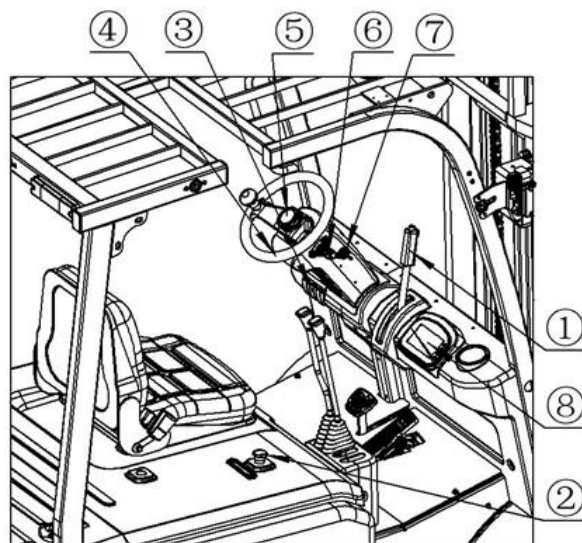

Рис. 4-1. Схема расположения погрузчика.
(3) Ключевой выключатель. Ключевой выключатель расположен на правой стороне от рулевой колонки и обозначен как поз. (7) на Рис. 4-1. У него есть выключатель на два положения (ON/ВКЛ. и OFF/ВЫКЛ.). Поворот выключателя по часовой стрелке ставит выключатель в положение ON/ВКЛ. и возвращает его в положение OFF/ВЫКЛ., когда ключевой выключатель находится в положении OFF/ВЫКЛ. Все рукоятки находятся в положении остановки.
(4) Рулевое колесо. Рулевое колесо обозначено как поз. (4) на Рис. 4-1, прямо впереди сиденья водителя. На рулевом колесе установлена рулевая рукоятка, которая управляет вилочным погрузчиком. Ее нужно крепко держать левой рукой.
(5) Приборы. Дисплей приборной панели указан как поз. (8) на Рис. 4-1 и установлен на правой стороне от рулевого колеса, на котором показывается время наработки в часах, и также различные предупреждения и сообщения, см. следующую таблицу с подробными текстами, имеющимися на приборной панели.
(6) Стояночный тормоз. Рукоятка стояночного тормоза расположена с правой стороны от водителя, поз. (1) на Рис. 4-1. Чтобы задействовать тормоз, нужно потянуть вверх рукоятку стояночного тормоза, нажать на кнопку на конце рукоятки и затем опустить ее, чтобы снять с тормоза.
(8) Кнопка звукового сигнала. Кнопка звукового сигнала (поз. (5) на Рис. 4-1) предназначена для подачи звукового сигнала, находится в середине рулевого колеса и на нее надо нажимать. Задняя кнопка звукового сигнала (если установлена) расположена на рукоятке, установленной на правой задней опоре верхней решетки ограждения. Нажатие и удерживание кнопки подаст звуковой сигнал.
(9) Выключатель аварийного отключения электропитания. Аварийный выключатель (поз. (2) на Рис. 4-1) предназначен для отключения электропитания от аккумуляторной батареи в аварийной ситуации нажатием на выключатель и удерживанием его до фиксации в положении Отключено. Перейдя в положение «OFF/ВЫКЛ.», выключатель не вернется в положение «ON/ВКЛ.», пока его не вытянуть вверх. Пока выключатель не будет возвращен в положение «ON/ВКЛ.» вытаскиванием вверх, вилочный погрузчик не получит электропитание.
(10) Перекрестный переключатель. Тумблерный переключатель (поз. (3) на Рис. 4-1) используется для включения или выключения сигнала предупреждения и задних фонарей, расположенных позади верхней решетки ограждения, нажатием на выключатель в положение «ON/ВКЛ.» для включения соответствующих фонарей, и в положение «OFF/ВЫКЛ.» для их выключения.
(11) Тумблерный переключатель. Обозначен как поз. (6) на Рис. 4-1, и расположен под рулевым колесом, левый тумблерный переключатель управляет направлением перемещения вперед или назад. У него имеется 3 положения: Вперед (F), Нейтраль (N) и Назад (R). Правый колеблющийся переключатель вращается для включения и выключения фар, а также переключается вперед для включения левого указателя поворота и переключается назад для включения правого указателя поворота.
(12) Регулировка сиденья. Эргономичная конструкция допускает несколько направлений регулировки водителем, чтобы ему было комфортно в соответствии с его ростом и весом.